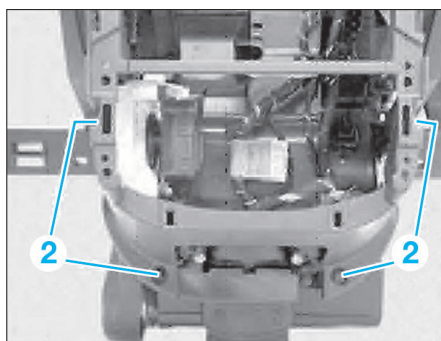

FIG. 12
- Déposer les quatre vis inférieures de fixation (2) (Fig.12).